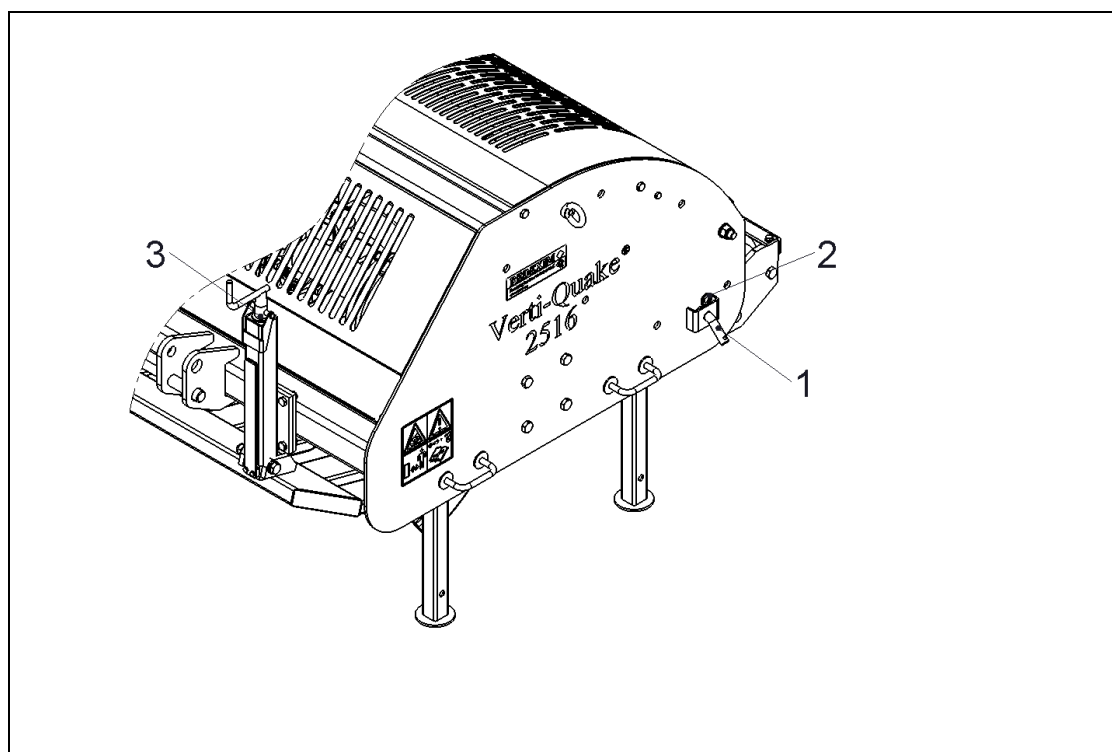

Fig. 11
6.0 JUSTERING AV ARBETSDJUP (Fig. 11)